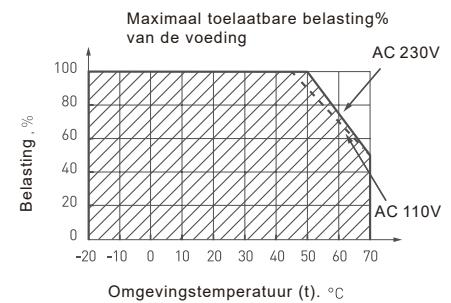

FIG.3. Capaciteit van de stroomvoorziening, afhankelijk van de temperatuur
- 4.3 . Belast de stroombron niet met meer dan 80% van het maximale vermogen. Houd er rekening mee dat naarmate de omgevingstemperatuur stijgt, het maximale vermogen van de voeding afneemt, zie FIG.3.